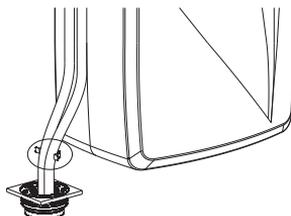

Рисунок 2
6) После завершения установки в соответствии с пунктом 4) проверьте, находится ли байпас в рабочем положении Рисунок 2. Если байпас находится в состоянии байпаса Рисунок 3, потяните толкатель в рабочее положение Рисунок 2).
Надавите на штак Рисунок 2 чтобы перевести рабочее положение